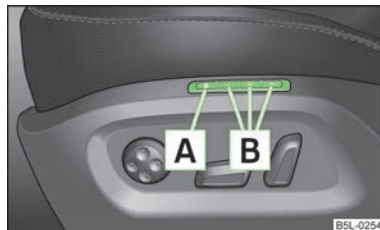

Fig. 45 Teclas de memoria y la tecla SET
La función Memory para el asiento del conductor ofrece la posibilidad de memorizar la posición individual de asiento del conductor y del espejo retrovisor exterior. A cada una de las tres teclas de memoria **[B]** » fig. 45 se puede asignar una posición de ajuste, es decir, tres en total.
- Pulsar la tecla **[SET]** **[A]** » fig. 45.
- Pulsar la tecla de memoria deseada [B] » fig. 45.
- Pulsar y mantener pulsada una tecla cualquiera de la memoria [B] » fig. 45 de la página 60. Una vez de que el asiento haya adoptado la posición guardada en la tecla correspondiente, pulsar simultáneamente la tecla [A] de la llave de radiotelemando dentro de los 10 segundos siguientes.
- Pulsar la tecla [SET] [A] » fig. 45 de la página 60 y mantener pulsada. Pulsar simultáneamente la tecla [A] en la llave de radiotelemando al cabo de 10 segundos.